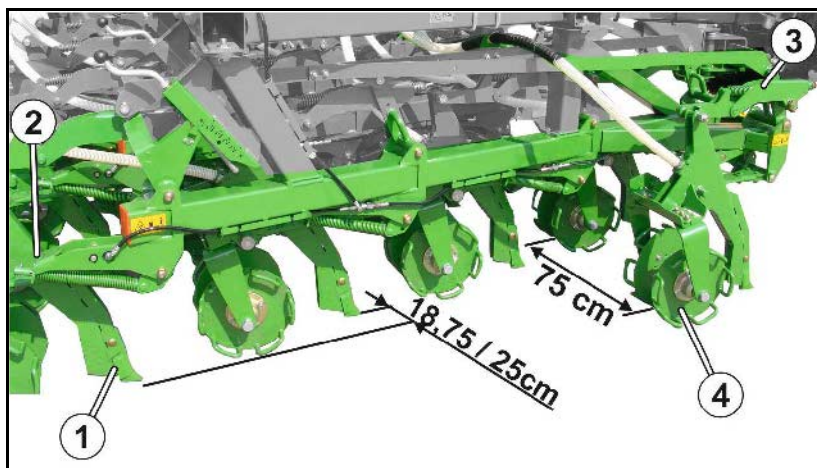

Рис. 40
Долотообразные сошники (Рис. 40/1) расположены в 4 ряда друг за другом со смещением. В результате образуется расстояние между расположенными рядом сошниками 75 см. Расстояние между рядами – 18,75 см / 25 см.
- существует возможность уклонения в горизонтальной плоскости благодаря нижней тяге из пружинной стали (Рис. 40/2);
- существует возможность уклонения в вертикальной плоскости с помощью изгибающейся верхней пружинной стальной тяги (Рис. 40/3).
Глубина заделки посевного материала определяется регулировкой глубины долоотообразных сошников (Рис. 40/1). Установленная глубина передается на расположенные за долоотообразными сошниками двойные диски (Рис. 40/4).